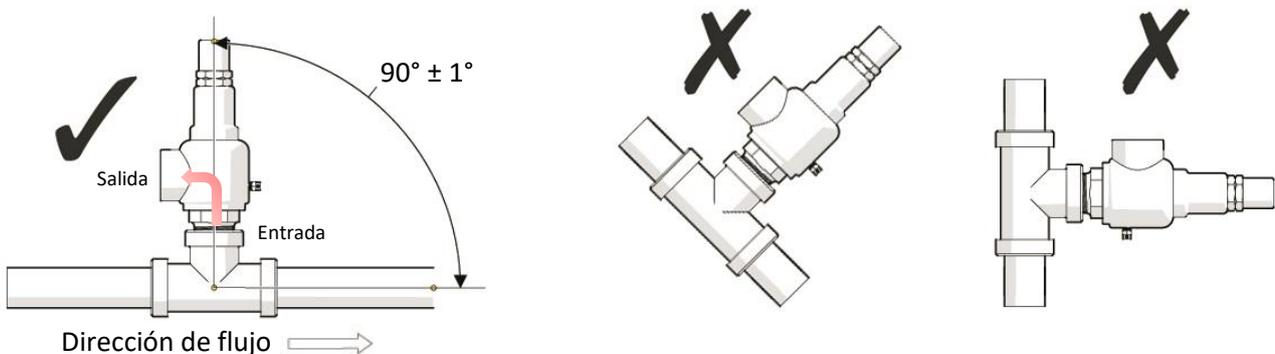

Fig. 7 Posición y orientación correcta de una VRP.
2. La válvula siempre debe de ser instalada con el *resorte* en posición vertical y orientada con el/la *tapón/palanca* hacia arriba, la válvula modelo 632 no está diseñada para ser montada en otra posición. (Fig.7)